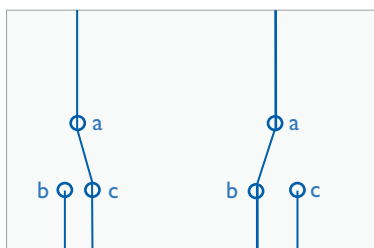

Figura 2. Deviatore
- Tre contatti: 'a', 'b' e 'c' – vedi Figura 2.